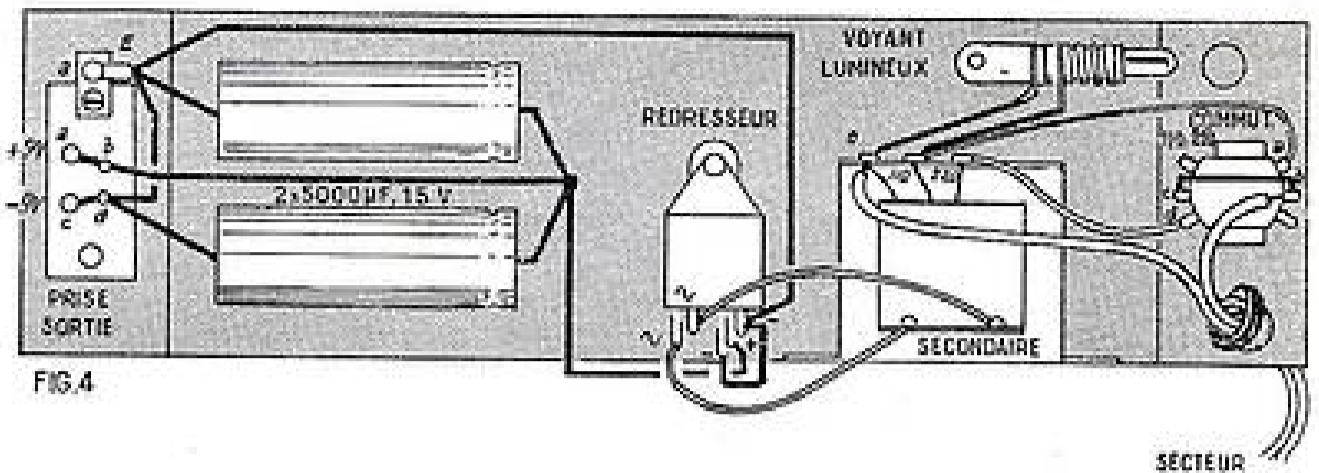

FIG. 4
Le montage de l'alimentation secteur est illustré par la figure 4. Il s'effectue dans un petit châssis métallique dont les dimensions sont : 200 x 75 x 35 mm. A l'intérieur de ce châssis on monte suivant la disposition indiquée sur le plan de câblage : la prise de sortie à 4 broches, le transformateur d'alimentation, le redresseur, le support de voyant lumineux et le commutateur 110-220 V. Sur une des vis de fixation de la prise de sortie on prévoit un relais (E) à une cosse isolée. On branche le support de voyant lumineux entre les cosses 220 et 110 V du transfo d'alimentation. On réunit par une connexion les paillettes b et c du commutateur 110-220 V. On connecte la cosse 110 V du transfo à la paillette a du commutateur, et la cosse 220 V à la paillette d. On relie les cosses « Secondaire » de ce transfo aux cosses « Alter-